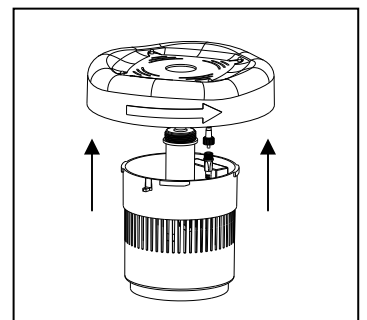

Fig. 9
4. Gire la sección superior a la izquierda. Tire de la sección superior del más abajo. Desatornille el conector del alambre que conecta la sección superior con el resto de la unidad. Fig. 9